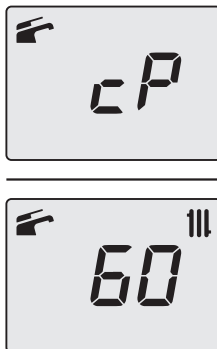

Figura 9.27
- Premendo il tasto 19 (Figura 9.22) è possibile variare la potenza in modalità spazzacamino: con visualizzazione sul display LCD delle lettere **cP** che si alternano con il valore di temperatura dell'acqua di riscaldamento (es.**60**), siamo "funzione spazzacamino" alla potenza massima in riscaldamento (Figura 9.27).